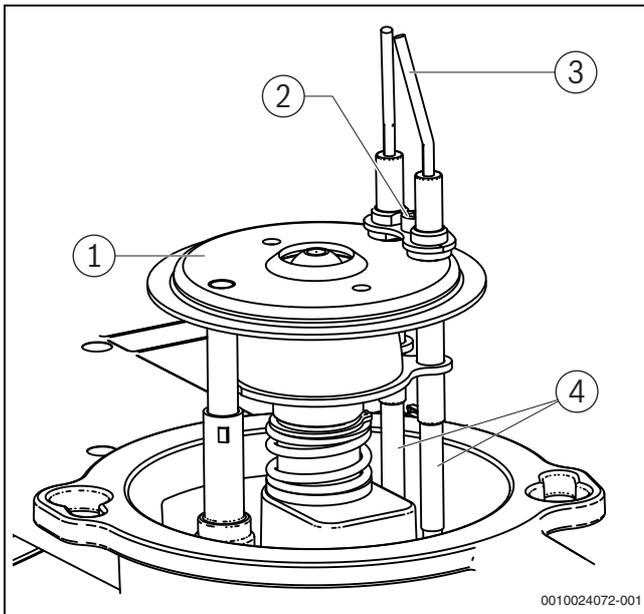

Bild 67 Mischsystem ausbauen
Die Zündelektroden (→ Bild 67, [1], Seite 38) müssen frei von Ablagerungen sein.
- Schraube (→ Bild 67, [2], Seite 38) zwischen den Zündelektroden [1] lösen.
- Zündleitungen (→ Bild 67, [5], Seite 38) von den Zündelektroden [1] abziehen.